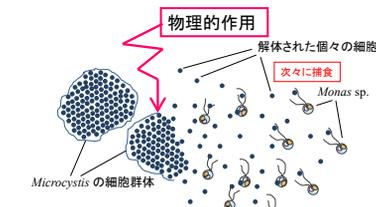

図1 細胞群体解体による捕食圧の増加
*Microcystis*は多糖質に包まれた細胞群体を形成するため周囲の捕食者（原生動物、微小後生動物など）に容易に捕食されないことが大発生の一因として挙げられています。これまでの研究で、*Microcystis*の細胞群体を物理的に個々の細胞に解体した結果、原生動物鞭毛虫類*Monas* sp.（モナス）〔写真3〕の捕食圧は高まり効率よく*Microcystis*が減ることを室内実験で確認しました〔図1〕。
国内サイトでは、東京都井の頭公園恩賜池の景観と水質を改善するために水質調査と図1 細胞群体解体による捕食圧の増加浄化研究を進めています。